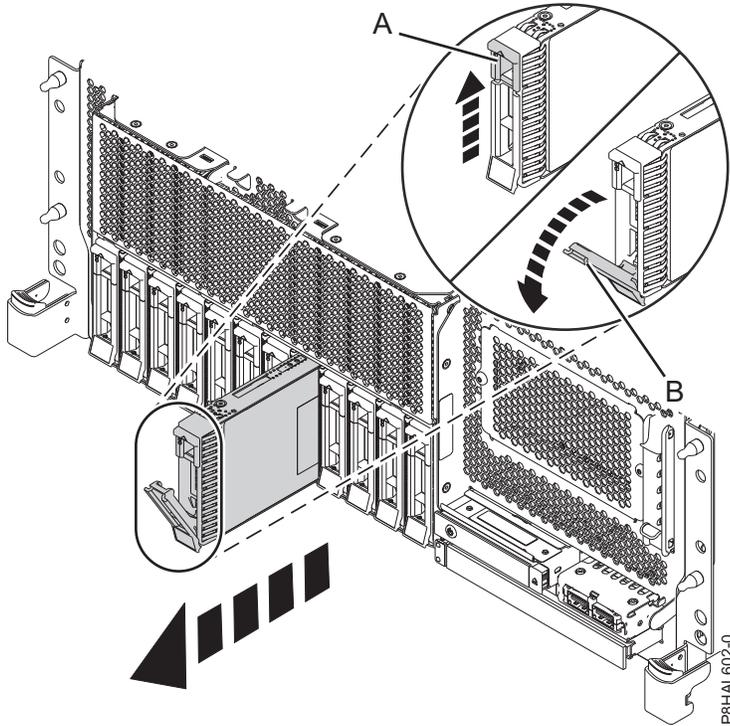

Abbildung 101. Plattenlaufwerk in einem Einschubsystem mit Basisfunktionen ausbauen
4. Wenn die Kennzeichnungs-LED leuchtet, ohne zu blinken, entriegeln Sie den Griff (**B**) des Laufwerks, indem Sie die Verriegelung (**A**) zusammendrücken und zu sich hin nach außen ziehen. Siehe Abb. 101 auf Seite 116, Abb. 102 auf Seite 116, Abb. 103 auf Seite 117 und Abb. 104 auf Seite 118. Wird der Griff nicht ganz nach außen gezogen, lässt sich das Solid-State-Laufwerk nicht aus dem System schieben.